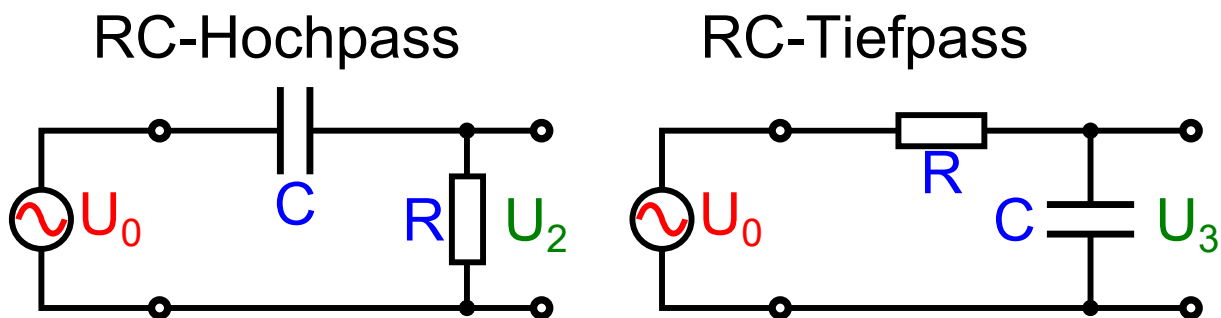

Abbildung 5.5: Schaltbilder für den  $RC$ -Hochpass und den  $RC$ -Tiefpass [12].
Ein  $RC$ -Hoch- oder  $RC$ -Tiefpass ist nichts anderes als ein Spannungsteiler, der mit Wechselspannung betrieben wird. Man legt das Eingangssignal an die Reihenschaltung aus Ohm'schem Widerstand  $R$  und Kondensator (Kapazität  $C$ ) und greift die Ausgangsspannung entweder über dem Ohm'schen Widerstand (Hochpass) oder über dem Kondensator (Tiefpass) ab. Die Schaltbilder sind in Abbildung 5.5 dargestellt. Da der kapazitive Blindwiderstand des Kondensators nach Gleichung (5.95) frequenzabhängig ist, wird das Verhältnis von Ausgangssignal zu Eingangssignal ebenfalls von der Frequenz abhängen, so dass man je nach Anwendungszweck entweder tiefe oder hohe Frequenzen bevorzugt weiterleiten und die anderen Frequenzen unterdrücken kann.
- f) Bauen Sie die Hochpass- bzw. Tiefpass-Schaltung nach Abbildung 5.5 auf. Verwenden Sie dazu einen Widerstand mit  $R = 600 \Omega$ .